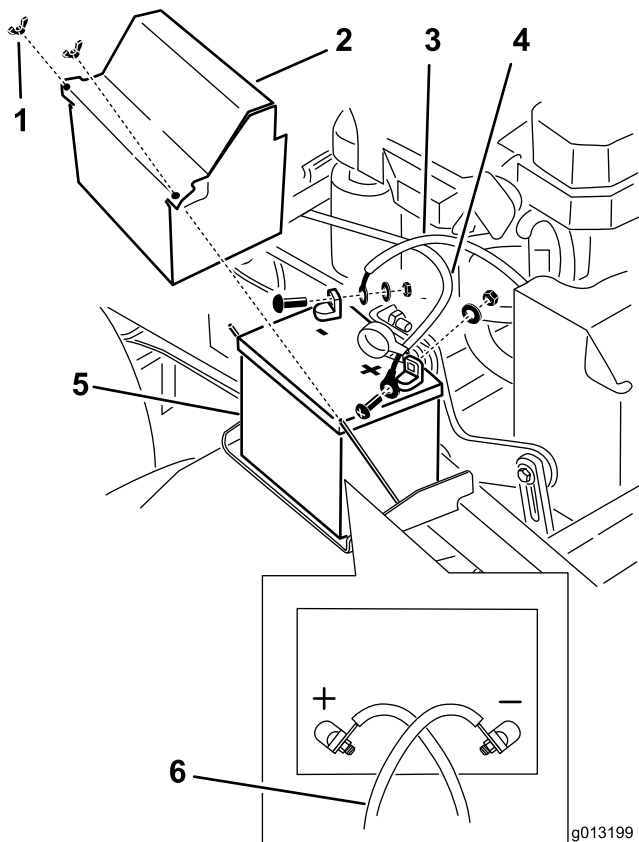

Figure 50
3. Débranchez le câble négatif de la batterie de la borne négative (-) de la batterie (Figure 50).
4. Enlevez le capuchon rouge de la borne positive (rouge) de la batterie. Débranchez ensuite le câble positif (rouge) de la batterie (Figure 50).
5. Déposez la plaque de maintien de la batterie (Figure 50) et enlevez la batterie.
1. Placez la batterie sur la machine (Figure 50).
3. Commencez par relier le câble positif (rouge) à la borne positive (+) de la batterie avec un écrou, une rondelle et un boulon (Figure 50). Glissez le capuchon de caoutchouc sur la borne de la batterie.
4. Reliez ensuite le câble négatif et le câble de masse à la borne négative (-) de la batterie avec un écrou, une rondelle et un boulon (Figure 50).
Remarque: Les câbles de la batterie se croisent quand ils sont correctement installés (Figure 50).